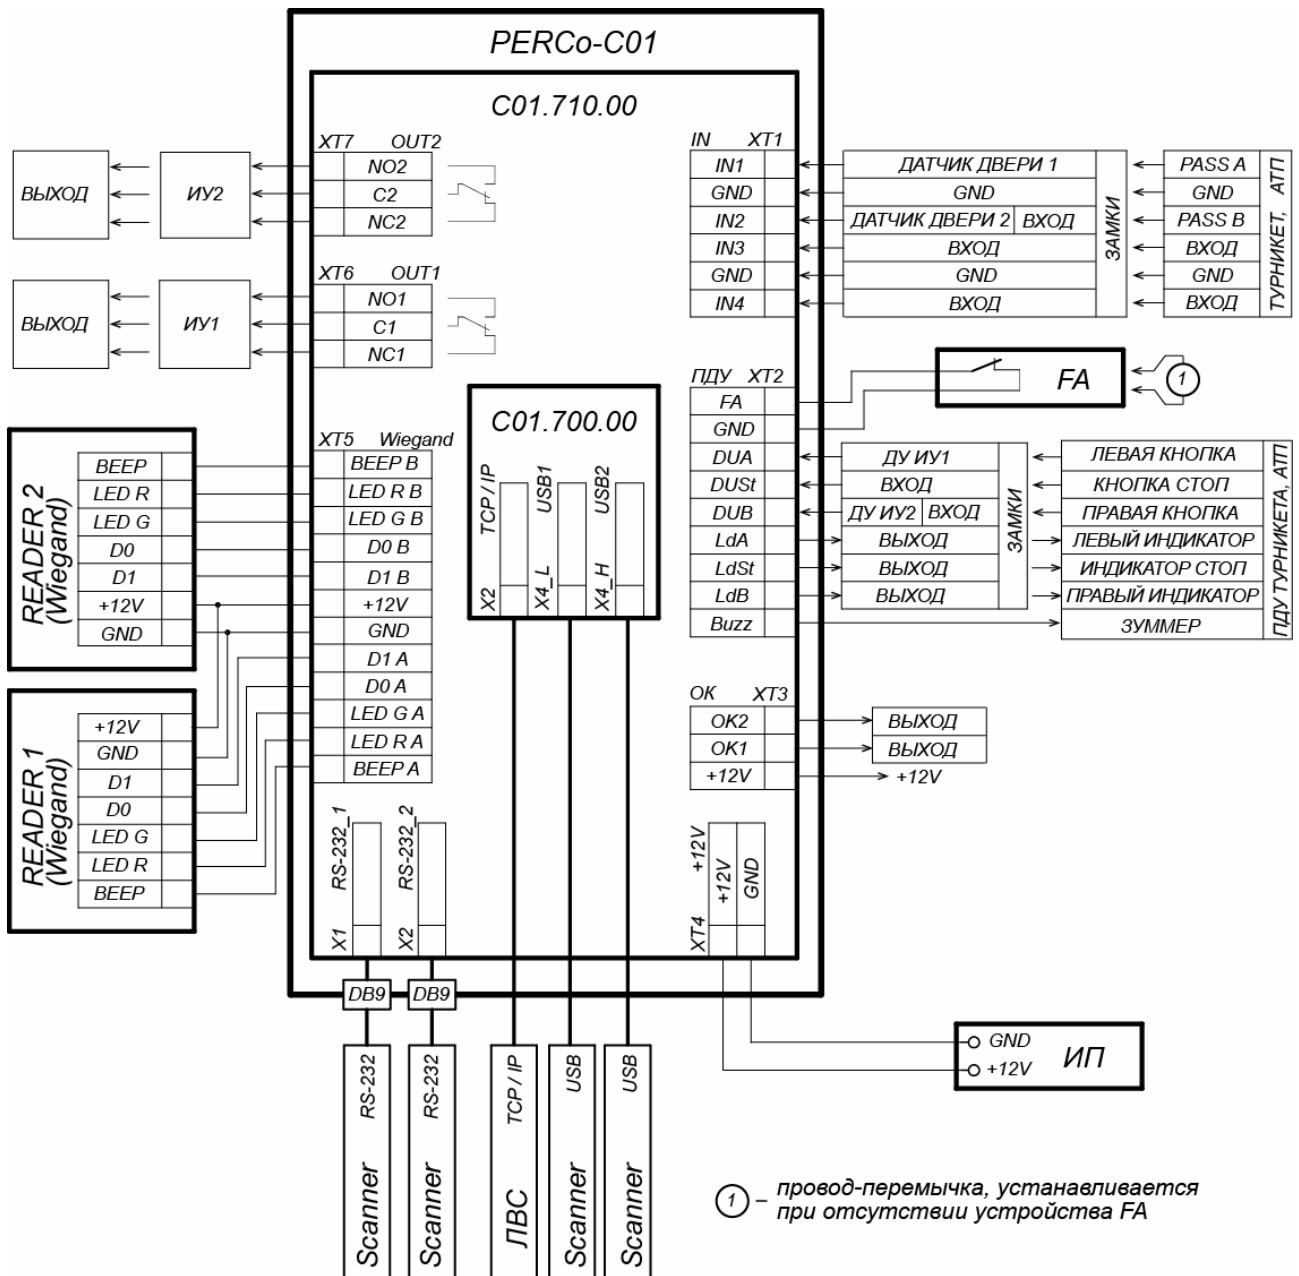
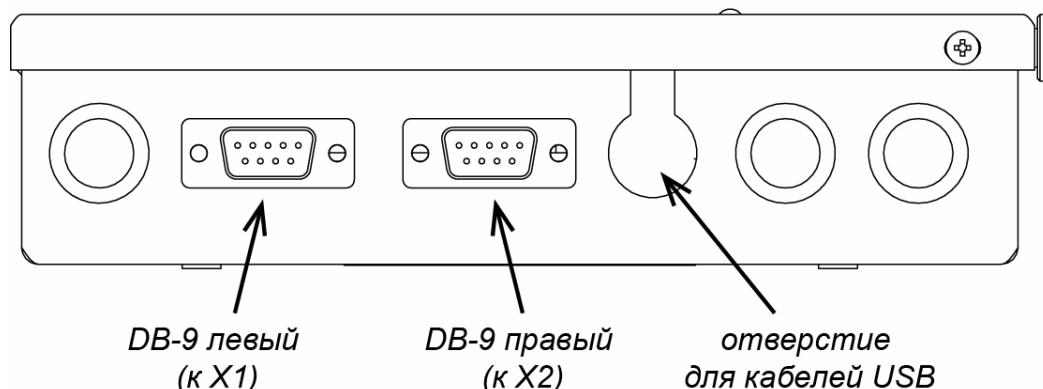

Рисунок 4. Общая схема подключений
Рисунок 5. Расположение разъемов DB-9 (RS-232) на корпусе контроллера
Выходы могут использоваться (см. рис. 4):
Контроллер имеет два выхода типа «открытый коллектор»: ОК1 и ОК2 (см. рис. 4). Подключение к выходам осуществляется через клеммную колодку **ХТ3** нижней платы контроллера.
7. Установите ИП, подключите кабель от ИП к клеммной колодке **XT4** нижней платы контроллера согласно схеме, представленной на рис. 4.
Считыватели подключаются к соответствующим контактам разъема **XT5** в соответствии с общей схемой подключения (рис. 4). В ресурсах контроллера для параметра «Интерфейс связи» данного считывателя необходимо выбрать значение *Wiegand* (см. рис. 6).
Сканеры подключаются к соответствующим разъемам типа DB9 (RS-232) на корпусе контроллера (см. рис. 5). Левый разъем DB9 подключается к разъему **X1** на нижней плате контроллера, правый – к разъему **X2** (см. рис. 4)
Сканеры по интерфейсу *USB* подключаются к разъему **X4** на верхней плате контроллера (в установленном на верхней плате двухрядном разъеме USB снизу находится USB1, а сверху USB2, см. рис. 1). Для ввода кабелей USB в корпус контроллера используется отверстие с фигурным вырезом (см. рис. 5).
2. Подключение замка производится к клеммным колодкам **XT6**, **XT7** нижней платы контроллера в соответствии со схемами подключения (см. рис. 4).